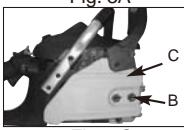

Fig. 3C
2. Fjern holdemøtrikken på sværdet (B). Fjern dækningen på KÆDEBREMSEN(C), ved at trække det direkte af. Dette kan kræve lidt tvang. (Fig.3C)